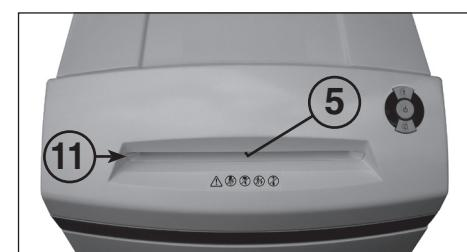

Fig. 3
5 = Barrera fotoeléctrica (avance) (Fig. 3)
**11 = Ranura de****alimentación de papel (Fig. 3)****12 = Saco recolector para papel (Fig. 4)****13 = Botellita de aceite (Fig. 4)****MANEJO**
- Accione brevemente el pulsador funcional (2).
- El indicador piloto del pulsador funcional (2) se encenderá para la función "Listo para el uso".
Introduzca **papel** por la ranura de alimentación de papel (11) (Fig. 3) al mecanismo de corte. El aparato se conecta automáticamente a la marcha de avance, mete el material y se desconecta automáticamente después de haber finalizado la etapa de desmenuzamiento.